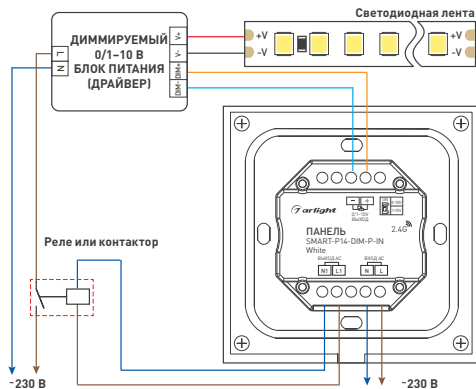

Рис. 3. Схема подключения панели SMART-P14-DIM-P-IN White с использованием контактора или реле
3.3. В случае когда суммарный ток нагрузки превышает 1,5 А или пусковой ток превышает 15 А, рекомендуется производить подключение нагрузки через контактор или реле. Пример схемы подключения приведен на рис. 3.